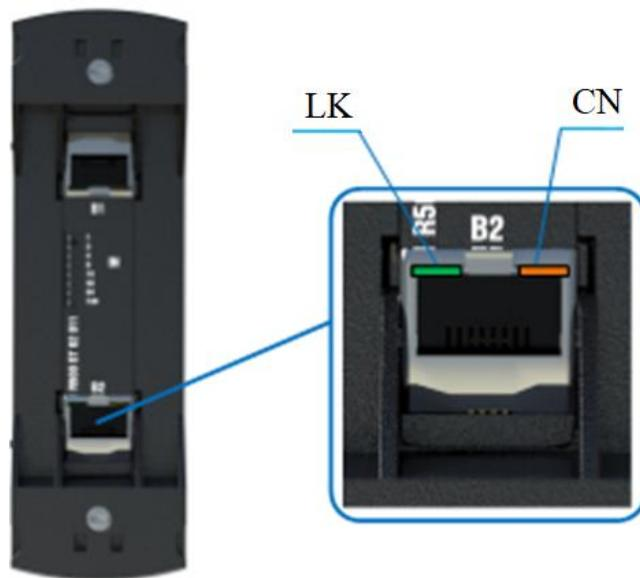

Рисунок 85 - Индикация интерфейса RJ45 модулей ST XX 0X1(2)
Для модулей ST XX 0X1(2) предусмотрена следующая индикация интерфейса RJ45 (Рисунок 85):